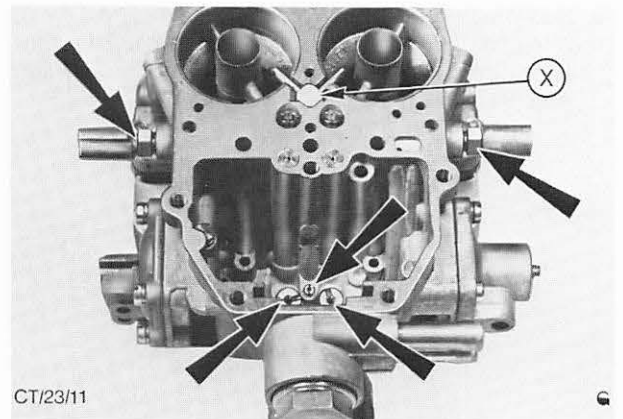

Abb. 88 Düsen, die zur Reinigung entfernt werden müssen
4. Düsen (5) herausdrehen und Spritzrohre mit zwei schmalen Schraubenziehern vorsichtig herausheben. Abb. 88.